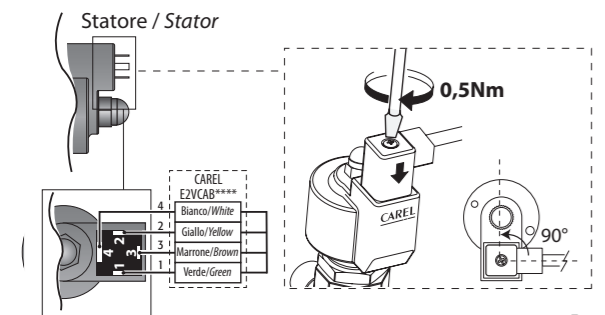

Fig. 3
4. collegare il connettore già cablato al motore passo passo nel relativo alloggiamento e serrare le vite con una coppia di 0,5 Nm seguendo le indicazioni in Fig. 3. Collegare a questo punto l'estremità quadrupolare del cavo nei relativi morsetti del Driver CAREL EVD*** o relativo controllo omologato CAREL ed impostare i parametri secondo il set riportato nella tabella sottostante.
4. connect the pre-wired connector to the socket on the stepper motor and tighten the screw tightening torque 0,5 Nm following the instructions in Fig. 3. Connect the four-pin end of the cable to the corresponding terminals on the CAREL EVD*** driver or approved CAREL controller and set the parameters as shown in the table below.
- Raccorder le connecteur déjà câblé au moteur pas à pas dans le logement correspondant et serrer la vis avec un couple de 0,5 Nm en suivant les indications de la Fig. 3. Connecter ensuite l'extrémité quadri-polaire du câble aux bornes correspondantes du Driver CAREL EVD*** ou du régulateur homologué CAREL et configurer les paramètres selon la valeur reprise au tableau ci-dessous.
- Den vorverdrahteten Steckverbinder in den Schrittmotor einfügen und die Schraube nach den Anleitungen der Fig. 3 mit rund 0,5 Nm Drehmoment festschrauben. Das Vierleiterkabel an die entsprechenden Klemmen des CAREL-Treibers EVD*** oder an eine andere zugelassene CAREL-Steuerung anschließen und die Parameter gemäß Parameter-Set der nachstehenden Tabelle einstellen.